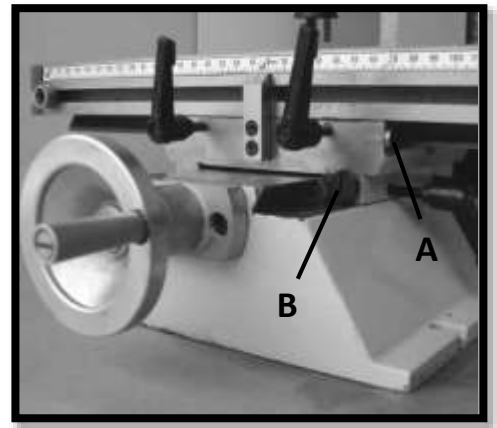
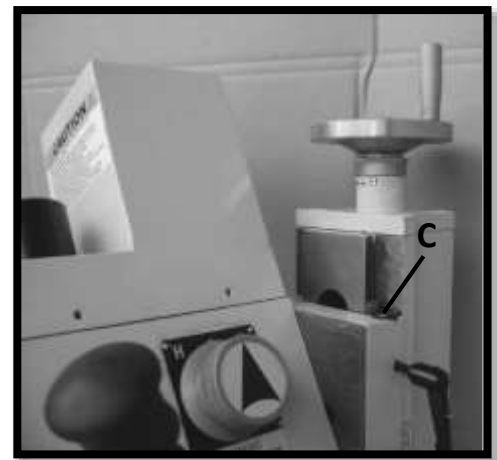

Рис. 17
Рис. 18
1. Винт горизонтальной регулировки клиньев (А, Рис.17) расположен на задней стороне стола справа. Винт поперечной регулировки клиньев (В, Рис.17) расположен на правой стороне салазок под столом. Винт вертикальной регулировки клиньев (С, Рис.18) расположен на колонне.